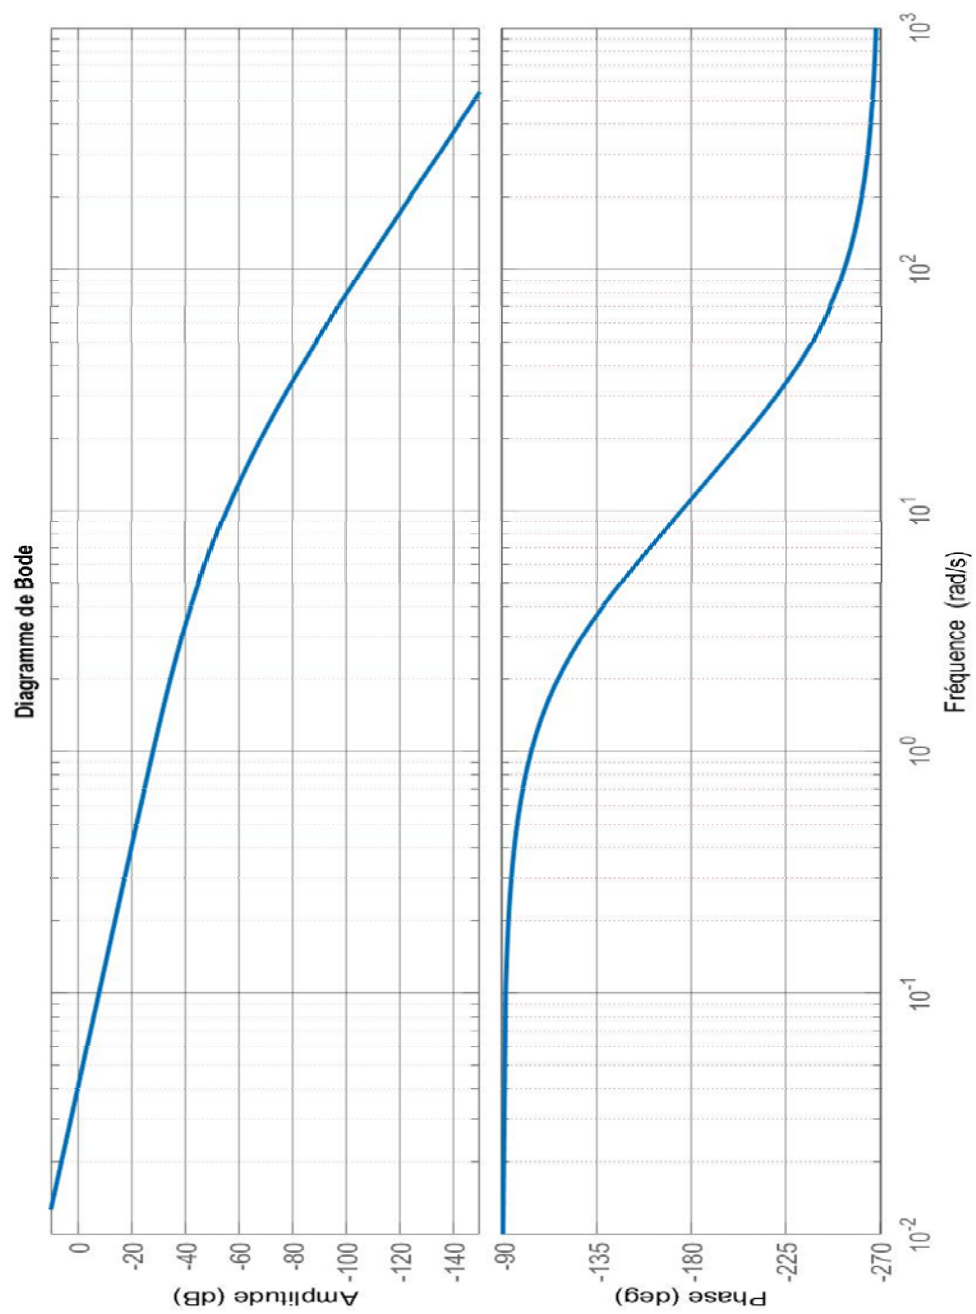

Figure 4: Diagramme de Bode de $G(s)$ (question #4)
- En considérant un compensateur proportionnel défini par $G_C(s) = K_C$, calculer le gain K_C qui assure d'avoir un dépassement de 5% de la réponse transitoire. Le diagramme de Bode de la fonction de transfert $G(s)$ est montré en Figure 4 (à la page suivante) pour vous aider dans la conception. Détailler clairement chaque étape de la démarche de la conception.